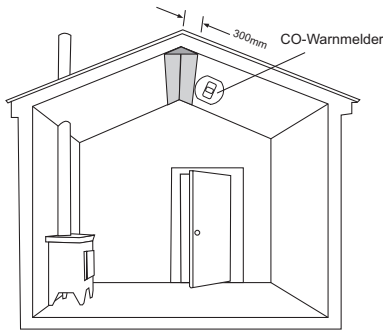

Abbildung 2
- In Räumen mit Dachschräge sollte der CO-Warnmelder an der höchsten Stelle installiert werden (siehe Abb. 2).